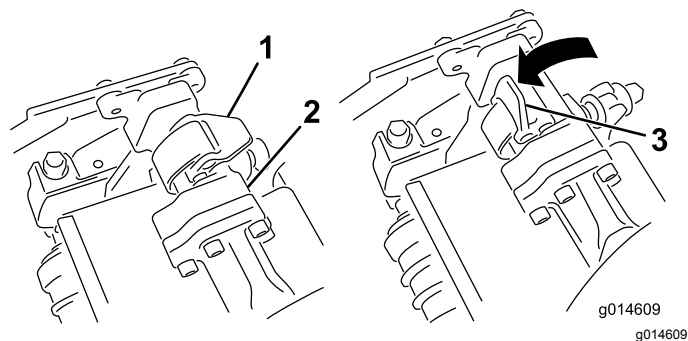
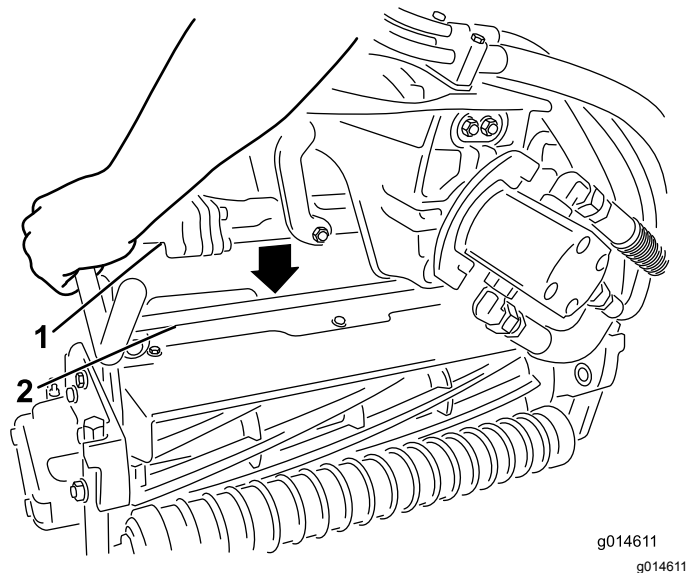

Bild 36
Bild 37
4. Die Riegel an der Aufhängearmstange müssen nach oben zeigen (d. h. offen) (Bild 36); drücken Sie den Aufhängearm dann so nach unten, dass die Stange über die Stange an der Oberseite der Schneideinheit passt (Bild 37).
5. Drücken Sie die Riegel nach unten um die Schneideinheitstange herum und arretieren sie (Bild 36).
5. Öffnen Sie die Riegel an der Aufhängearmstange der Schneideinheit, die Sie entfernen möchten (Bild 36).